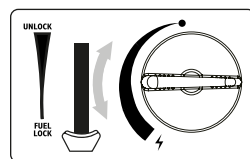

Fig. 5
6. Zet de regelknop in de gewenste stand. (Fig. 5) Zet de hendel van het gaspatroon (6) nooit in de stand „UNLOCK“ tijdens het gebruik!